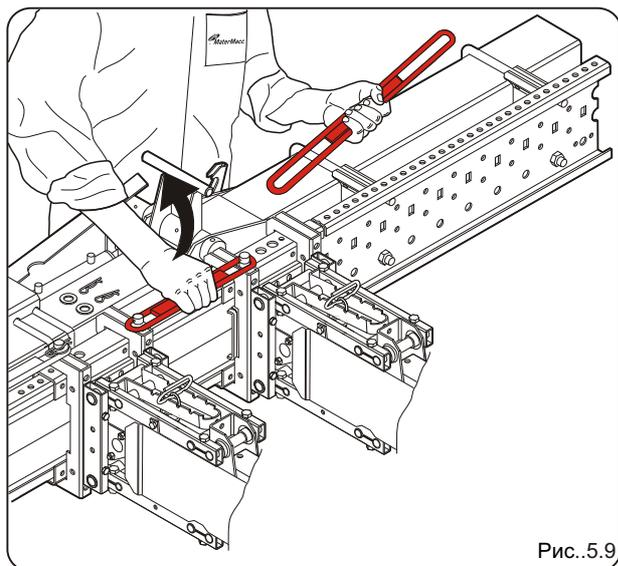

Рис..5.9
- Уберите установленные распорные звенья (рис.5.9)